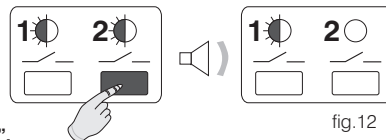

fig.12
- Maintenir la **touche 2** enfoncée jusqu'à l'émission d'un seul signal sonore, puis la relâcher. La **LED 2** est éteinte et le **canal 2** ne dépend plus du **chronothermostat "Master"** (fig.12).